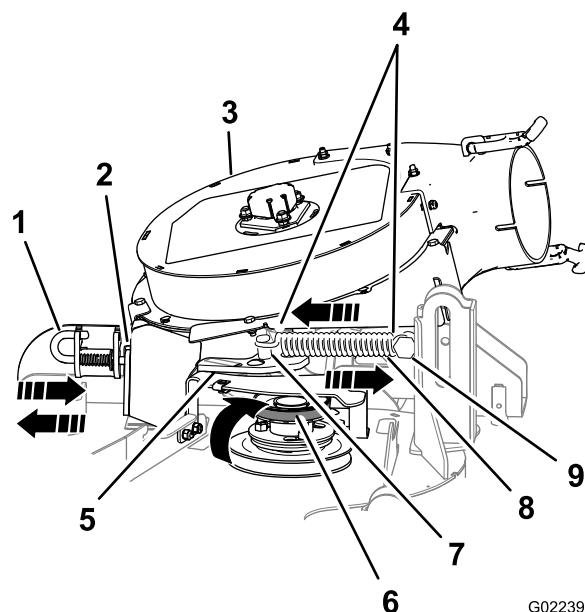

Figure 9
1. Tirez sur la poulie de tension rappelée par ressort pour l'éloigner du tenon fixe et déchaussez la courroie de la poulie de tension (Figure 9).
2. Déplacez le support de pivot de poulie de tension vers le tenon de ressort fixe. Décrochez le ressort du tenon de la poulie de tension (Figure 9).
- Placez la goupille de verrouillage du ventilateur en position ouverte et faites pivoter le ventilateur vers l'extérieur (Figure 9).
3. Ouvrez la goupille de verrouillage de ventilateur, approchez le ventilateur du plateau et fixez la goupille de verrouillage au support de goulotte (Figure 9).
6. Déplacez la poulie de tension vers le tenon fixe du ressort et accrochez le ressort en alignant le crochet sur le tenon mobile du ressort (Figure 9).